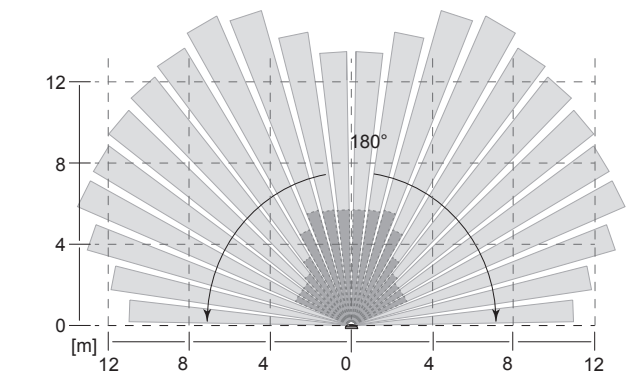

Bild 6: Erfassungsbereich des Bewegungsmelders Montagehöhe 1,1 m
- Störquellen im Erfassungsbereich (Bild 6/7) vermeiden. Störquellen, z. B. Heizkörper, Lüftungs-, Klimaanlage und abkühlende Leuchtmittel können zu ungewollten Schaltungen führen (Bild 4).